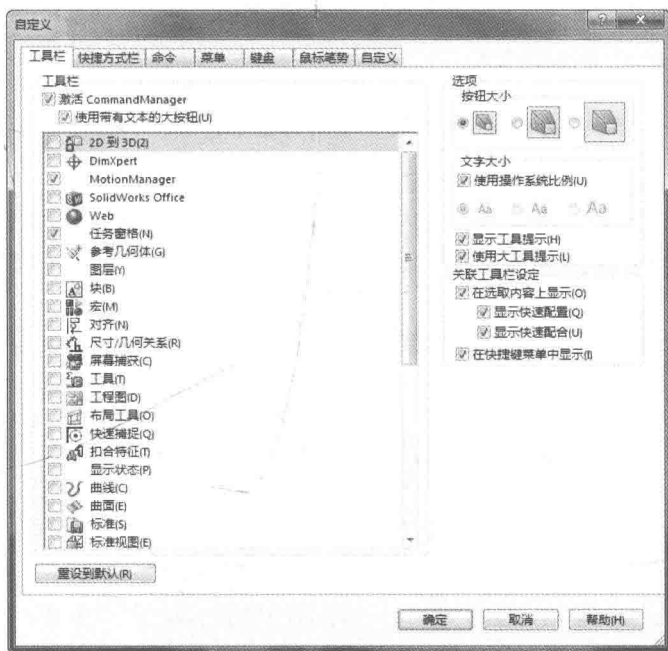

图 1-3 “自定义”对话框
(1) 打开零件、工程图或装配体文件。
(2) 选择“工具”→“自定义”命令或在工具栏区域右击，在弹出的快捷菜单中选择“自定义”命令，则会打开“自定义”对话框，如图 1-3 所示。在“工具栏”选项卡中选中想要显示的工具栏前的复选框，同时取消选中想要隐藏的工具栏前的复选框即可。